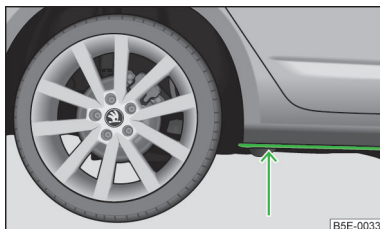

Fig. 98
- Determinar la profundidad del agua antes de un vadeo. El nivel del agua debe llegar como máximo al alma del larguero inferior » fig. 98;